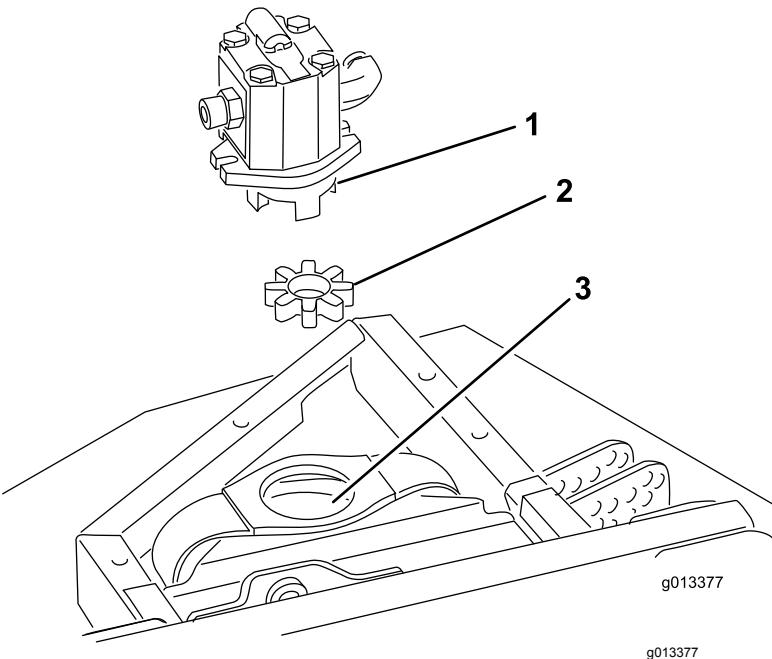

Bild 2
5. Entfernen Sie die dehbare Spinne von der Innenseite jeder Riemscheibe der Kupplung. Bewahren Sie diese für die Montage am neuen Mähwerk auf (Bild 2).
Hinweis: Prüfen Sie die Drehkreuznabe auf Abnutzung und tauschen Sie sie aus, wenn sie abgenutzt ist (Bild 2).